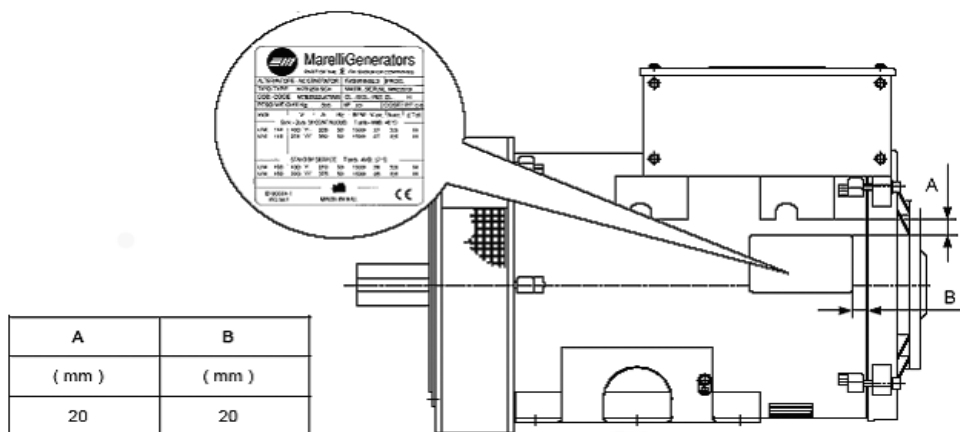

Рис.1
- 3) Снимите клейкую часть от основы и приклейте ее как показано на рис.1, прижав с помощью резинового валика для лучшего приклеивания.